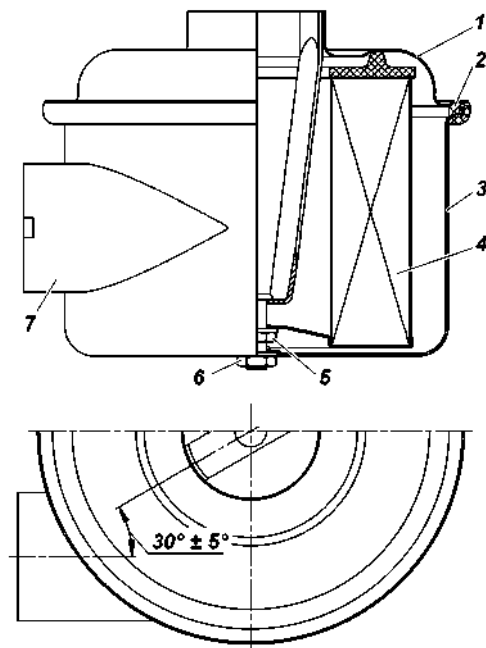

Рис. 9.9. Воздушный фильтр:
- отверните гайку 6 (рис. 9.9) и выньте из корпуса фильтра крышку 1 с фильтрующим элементом 4;
- установите новый фильтрующий элемент, соберите воздушный фильтр, сориентировав крышку относительно корпуса, как показано на рис. 9.9;